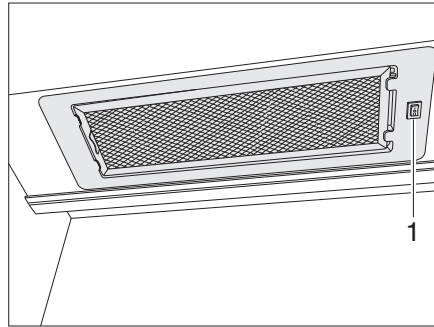

Fig. 130 Campana
- Conectar y desconectar la campana con el interruptor (Fig. 130,1).